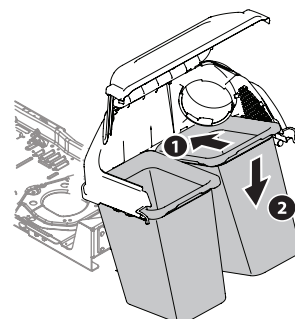

Figure 11
7. Installez les deux sacs collecteurs d'herbe (964-05104) sur leur support en insérant d'abord la partie avant du sac collecteur, puis la partie arrière jusqu'à ce que chaque sac soit correctement placé sur son support. Voir Figure 11.